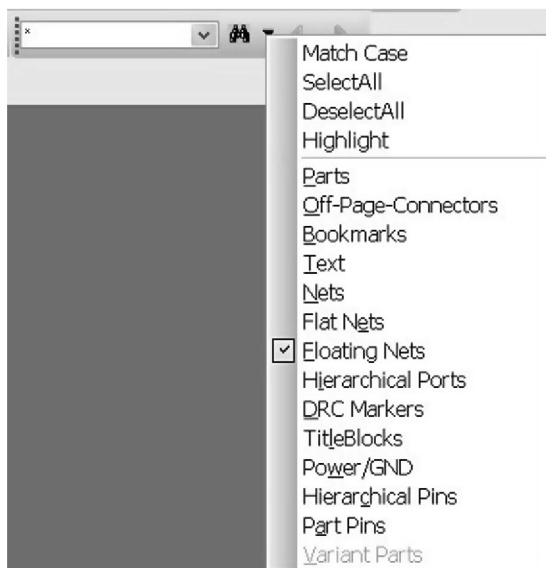

图 22.17 搜索浮动网络节点
9. 选中 Test _ Clock. dsn，搜索图标  与 Search Box 搜索栏紧邻（见图 22.17），然后从顶部工具栏搜索图标  右边的下拉菜单中进行选择。